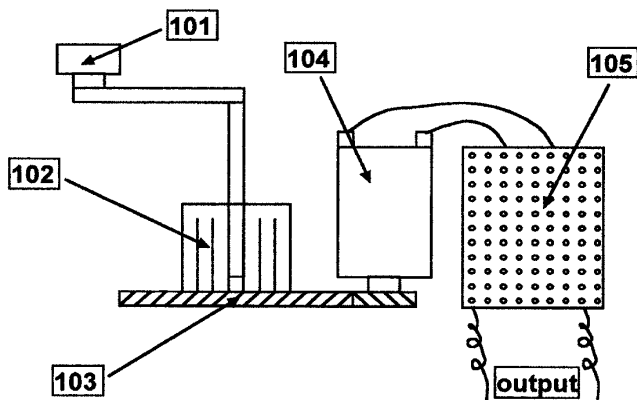

Рис. 12
**Портативный источник питания** описан в патенте Великобритании 2299457 (1996 г.). На **рис.12** 101 - вращающаяся рукоятка, соединенная со спиральной пружиной 102. Подобно механическим часам пользователь, вращая рукоятку, заводит спиральную пружину. Распускаясь, пружина передает вращение через пару зубчатых колес 103 на электрогенератор переменного тока. К его выходам подключен управляющий блок 105, состоящий из выпрямителя и узлов управления по напряжению и по току. Выход управляющего блока подключается к компьютеру или зарядному устройству.